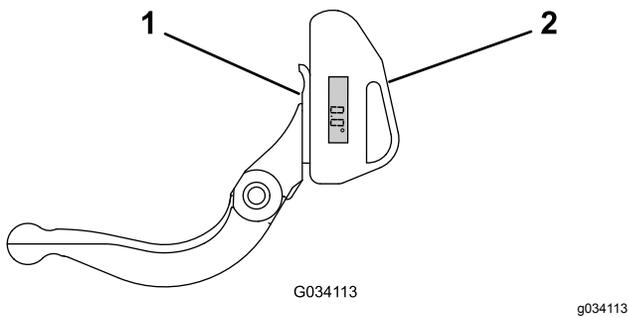

Figura 27
1. Coloque o indicador de ângulo no lado inferior da lâmina de corte, como se ilustra na **Figura 27**.